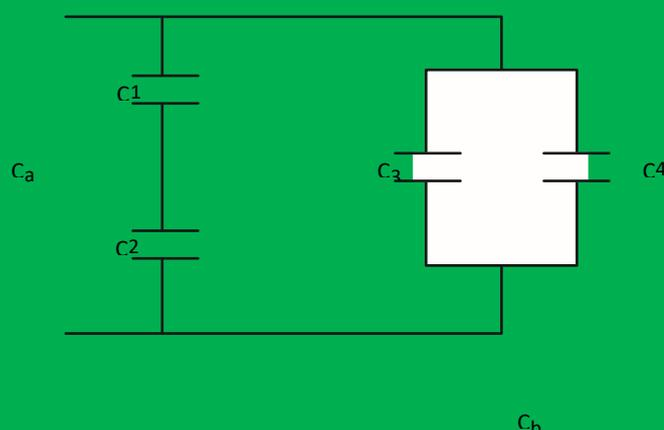

Figura 44: Associação de capacitores em série/paralelo.
- ✓ No circuito da figura (figura 44), podemos começar calculando a capacitância C_a , equivalente a C_1 e C_2 , que estão em série. Depois calculamos C_b , equivalente à associação C_3 e C_4 , que estão em paralelo.